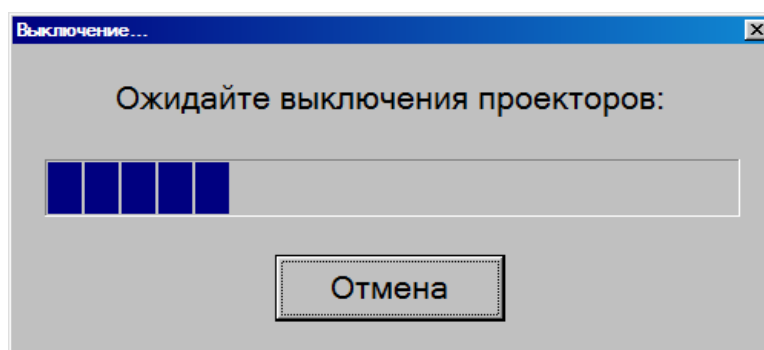

Рисунок 33 – Окно ожидания выключения проекторов
- 3) Дождаться выключения проекторов (Рисунок 33).1